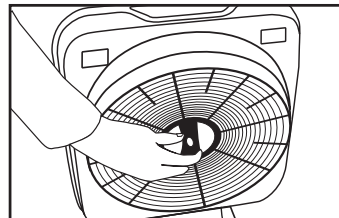

Fig. 10
3. Retirez le filtre Nano-Coil de l'appareil en saisissant la poignée centrale et en la tirant vers l'arrière. Voir Fig. 10
5. Remplacer le filtre Nano-Coil en place. S'assurer d'aligner le centre du filtre avec le moyeu central. La poignée du filtre doit être verticale. S'assurer que le montant du moyeu central passe par le trou de la poignée du filtre. Voir Fig. 10